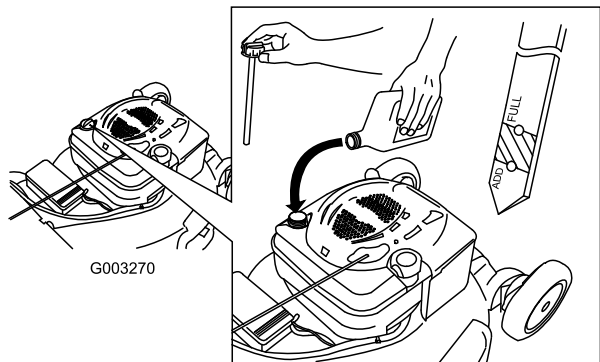

Figure 11
1. Retirez la jauge, essuyez-la sur un chiffon et remettez-la dans le goulot de remplissage (Figure 11).
2. Sortez de nouveau la jauge et contrôlez le niveau d'huile (Figure 11). Si le niveau n'atteint pas le repère minimum (Add) de la jauge, versez **lentement** suffisamment d'huile dans le goulot de remplissage pour faire monter le niveau au repère maximum (Full). **Ne remplissez pas excessivement.** (Remplissage max. : 0,59 l, type : huile détergente SAE 30 de classe de service API SF, SG, SH, SJ, SL ou supérieure.)